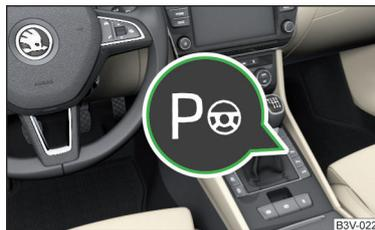
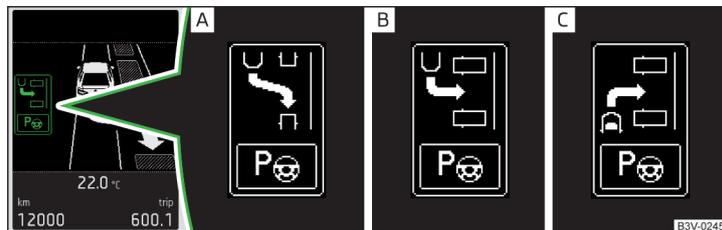
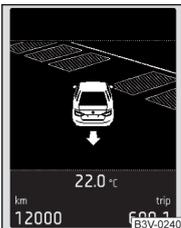

Fig. 191
Fig. 192 Menu avec le mode de stationnement : Indicateur à l'écran
Fig. 195
- Le processus de stationnement peut être interrompu à tout moment en appuyant sur la touche de symbole **P** » fig. 191 à la page 164 ou en effectuant une manœuvre.
Le système peut être activé ou désactivé en appuyant sur la touche de symbole  » fig. 191.
- Activer le système avec la touche de symbole  » fig. 191 à la page 164.
Modes de stationnement » fig. 192
Le mode de stationnement peut être modifié en appuyant sur la touche de symbole  » fig. 191 à la page 164.
Si le système trouve une place de stationnement, sélectionner le mode de stationnement en marche avant » fig. 192 à la page 165 - **C** avec la touche de symbole **P** » fig. 191 à la page 164. S'affiche alors sur le visuel » fig. 195 - **B**.
➤ Appuyer sur la touche symbole **P** » fig. 191 à la page 164. S'affiche alors sur le visuel » fig. 195 - **B**.
➤ Appuyer sur la touche symbole **P** » fig. 191 à la page 164.